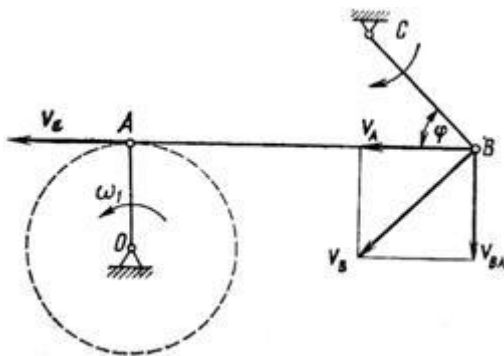

Рисунок 2
2. В четырехзвенном механизме (рис. 2) кривошип OA вращается равномерно с частотой $n = 300 \text{ об/мин}$. Для заданного положения механизма, при котором кривошип OA перпендикулярен шатуну AB и $\angle ABC = 45^\circ$, определить угловую скорость звена (коромысла) BC , если $OA = 0,12 \text{ м}$, $AB = 0,3 \text{ м}$ и $BC = 0,14 \text{ м}$.